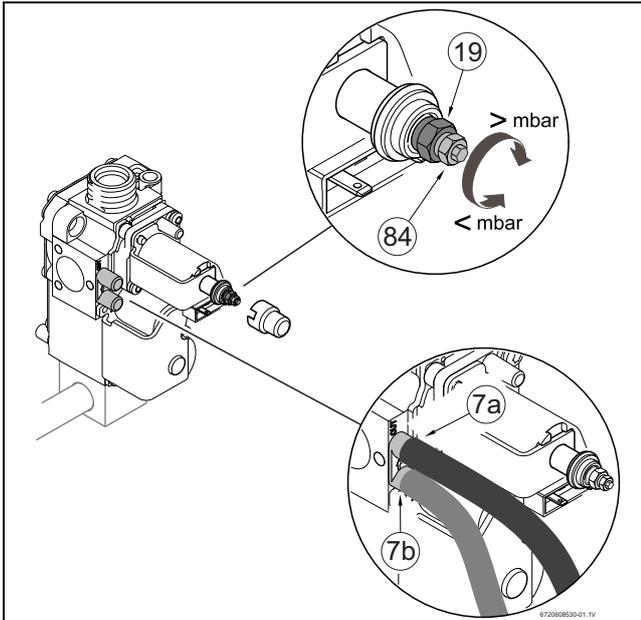

Fig. 29 Robinet de gaz
- ▶ Retirer le capuchon de la vis de réglage du gaz (19) (fig. 29).
- ▶ Gaz naturel : régler la consommation maximale à l'aide de la vis de réglage (19) (tabl. 10).